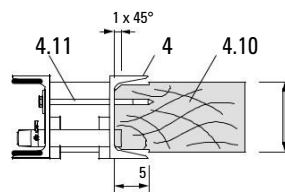

Fig. C1.15
(4) чрез скосяване. За закрепване се винтове за дърво 8 x 160 и шайби (4.11), използвайте пробитите отвори в трегерите. (Fig. C1.15)